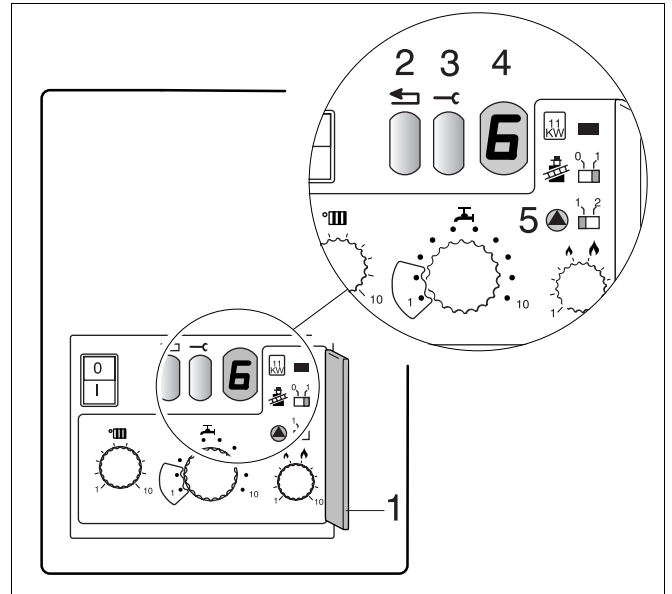

Fig. 2 Al doilea nivel de operare, rapoarte de funcționare și cu privire la defecțiuni
- Deschiderea capacului celui de-al doilea nivel de operare (fig. 2, poz. 1).
- Întrerupătorul  se trece la poziția "2" (timp de pompare al pompelor 24 h) (fig. 2, poz. 5).
Starea de funcționare sau o posibilă defecțiune sunt indicate pe Display (fig. 2, poz. 4).
Mesajul constă în două semne. După apăsarea tastei Service (fig. 2, poz. 3), este afișat și al doilea semn.